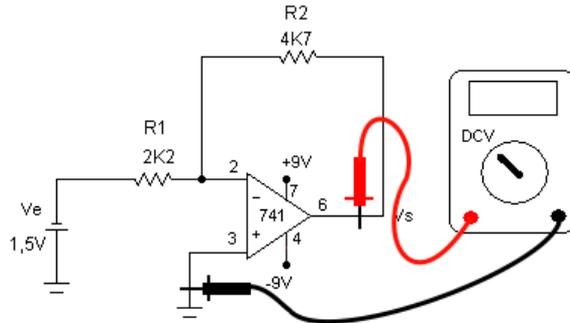

Figura 4 – Circuito experimental – amplificador inversor com $V_e = -3\text{ V}$
- 6) Monte o circuito da Figura 4 na MP de acordo com a sugestão da Figura